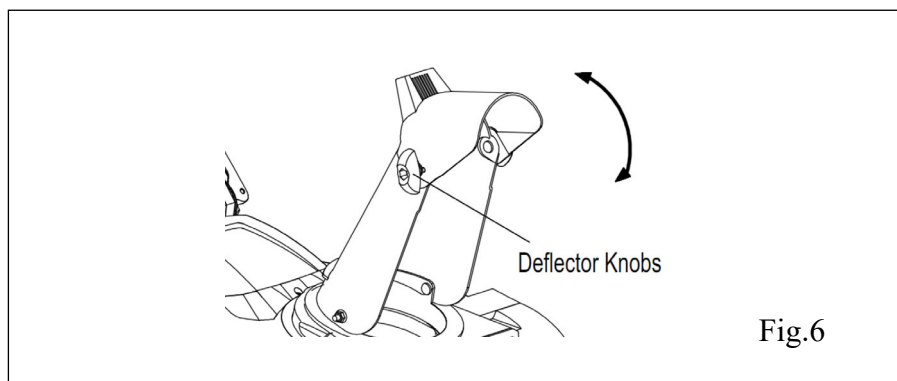

Fig.6
1. Desserrez les boutons pour soulever ou abaisser le déflecteur au degré de neige souhaité que vous souhaitez jeter. Serrez les boutons pour fixer le déflecteur. (Fig.6)